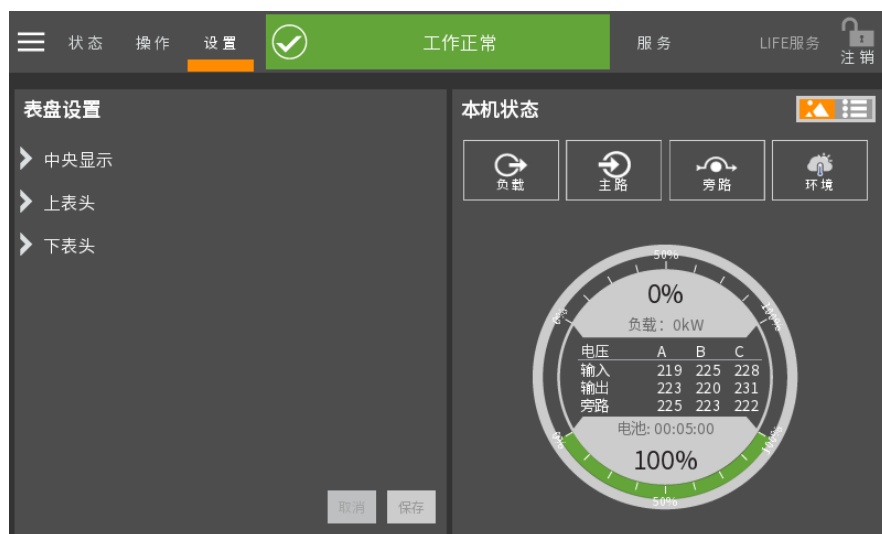

图 4-26 访问状态表设置
- 2) 在弹出的列表中选择需要显示的数据项（见图 4-26）。